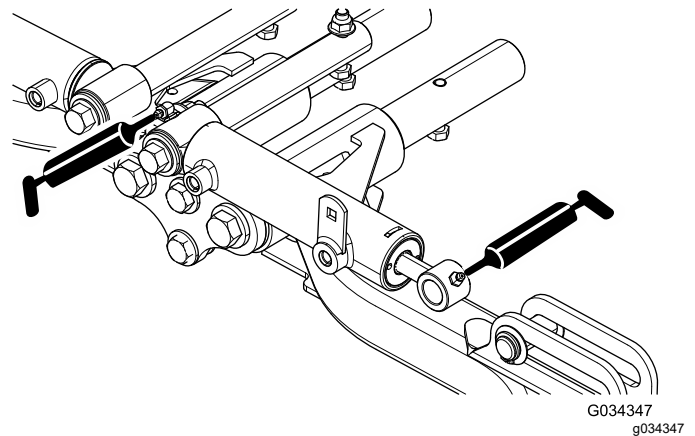

Figura 57
- Articulações do braço de elevação frontal e cilindros de elevação (3 cada); consulte Figura 57.